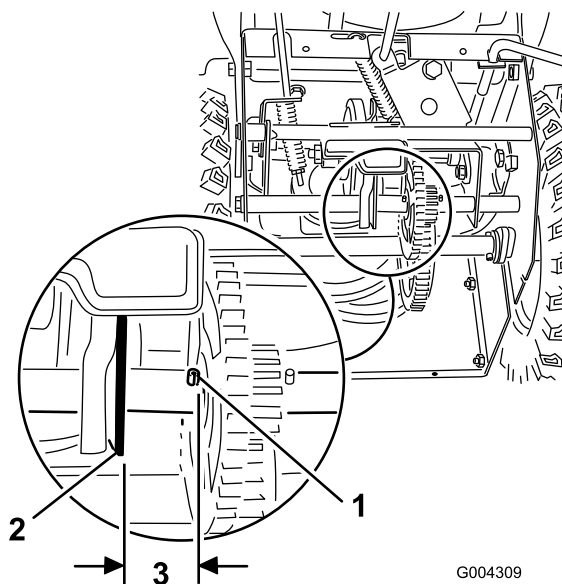

**Figure 29**
4. Desserrez les écrous à embase qui fixent la plaque de changement de vitesses au panneau de commande (Figure 29).
**Remarque:** L'ensemble de transmission doit se trouver à 3 mm (1/8") de la goupille. Si ce n'est pas le cas, faites coulisser la plaque de changement de vitesses (Figure 29) jusqu'à obtenir l'écartement correct (Figure 30).